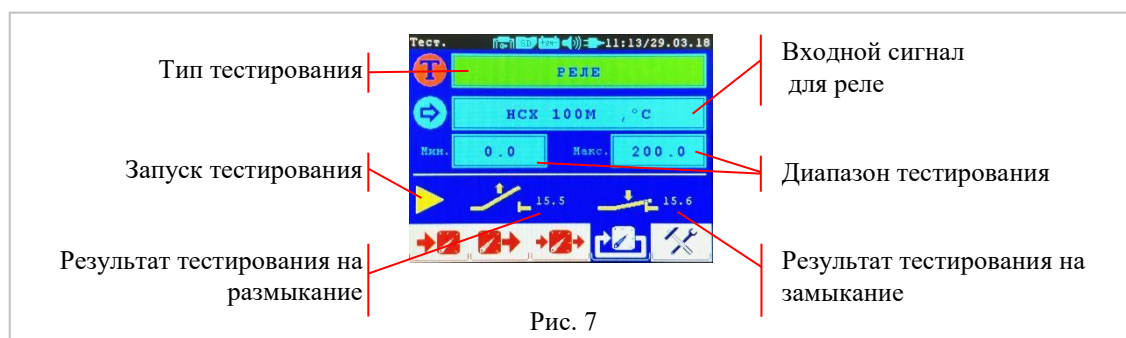

Рис. 7
4.1.5.1 Тестирование реле, рис. 7.